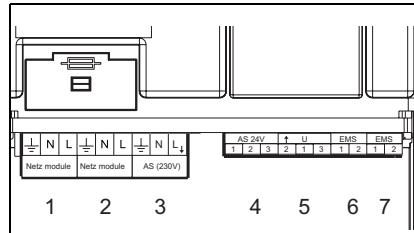
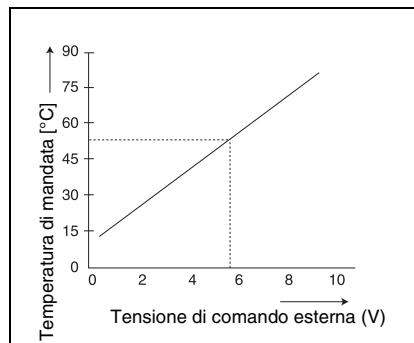

Fig. 2 Collegamenti
Fig. 3 Diagramma 0 – 10V
Collegare la connessione EMS (fig. 2, pos. 6) di EM10 con un cavo a due fili al collegamento RC (o della caldaia (eventualmente in parallelo al termostato).
a) Connessione AS 24V (fig. 2, pos. 4), si tratta di un contatto a potenziale zero per segnali a bassa tensione fino a 24 V. Questo segnale di anomalia può essere letto p.e. da un sistema di amministrazione degli stabili.
b) Connessione AS 230 V (fig. 2, pos. 3), per comandare p.e. un segnale acustico o un indicatore luminoso di allarme. In caso di guasto questa connessione ha una tensione di 230 VAC.
Con l'aiuto di un segnale 0-10 VDC (fig. 2, pos. 5) è possibile un comando in base alla temperatura di mandata o alla potenza (fig. 3).
Questa regolazione viene attivata cavallottando i pin 1 e 3. Vedi fig. 2, pos. 5 e schema a pag. 47. EM10 trasmette il segnale 0-10 V ad un setpoint potenza. Si tratta di un rapporto lineare vedi tabella 2.